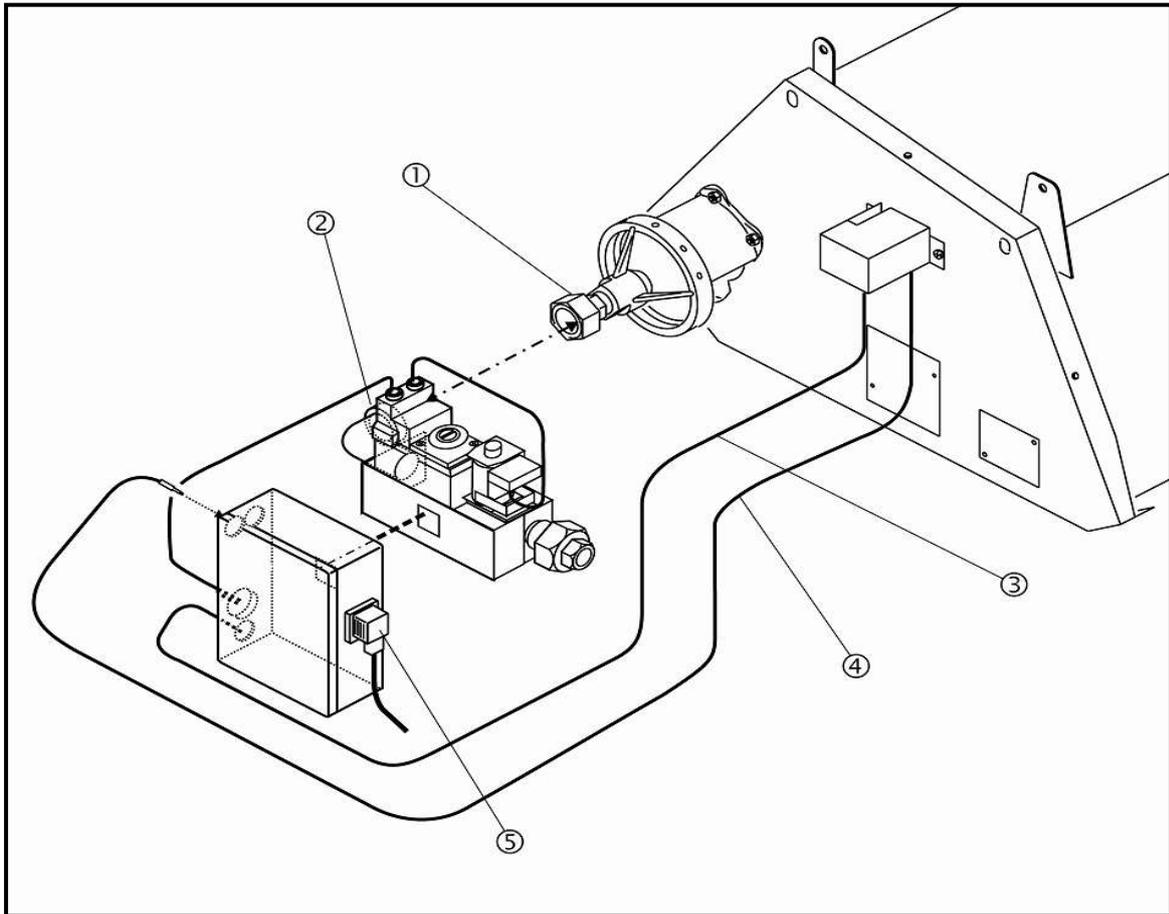

Fig. 13: Montage de l'ensemble sécurité
- ⇒ Raccorder l'émetteur à l'ensemble sécurité par l'intermédiaire des parties **(1) et (2)** du raccord union (**Fig. 13**). Veillez à ce que cette connexion soit étanche au gaz.
- ⇒ Reliez le câble d'ionisation **(3)** à la fiche située sur le boîtier électronique IC 2010 (**Fig. 13**).